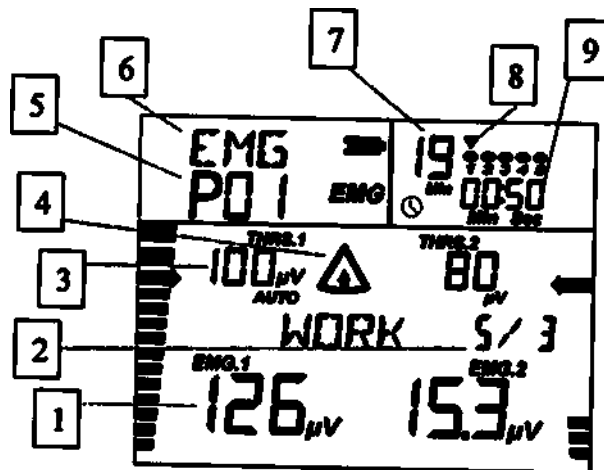

Рис. 4 – Экран: фаза ЭМГ
2. Если первая или следующая фаза является фазой ЭМГ, на экране отобразится символ ЭМГ (см. рис. 4).
Обозначения (рис. 4):